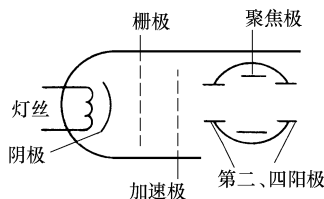

图 3-3 显像管结构示意图
2) 显像管栅极与阴极间电压失常引起。彩色显像管电子枪的主要结构如图 3-3 所示 (图中只画出一个阴极)。实际电路中，通常栅极是接地的，显像管的亮度主要由阴极电位控制。因栅极与阴极之间电压的大小决定了显像管的亮度，控制栅极的电压对阴极而言应是负压 (一般显像管的栅负压为 $-70 \sim -20\text{V}$)，栅负压越